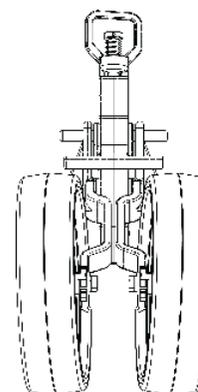

Figuras 50
REGULAGEM DA RODA DE PROFUNDIDADE OSCILANTE (FIGURAS 50)
- 1- Solte os parafusos e arruelas (1), retire a roda (2), ajuste o ponto de regulagem da roda (3) na regulagem do eixo da roda (4), depois, fixe novamente a roda (2) com as arruelas e parafusos (1), **proceda conforme mostra as figuras 50.**